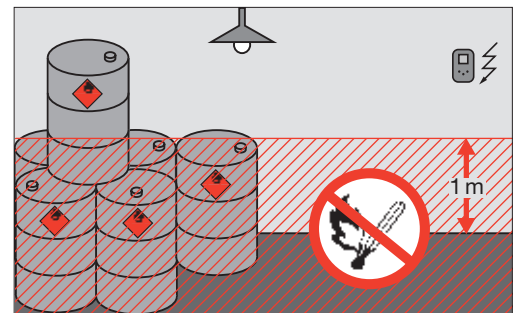

Bild 1: Zone 2 in einem Lagerraum.
- Lagerräume für leichtbrennbare Flüssigkeiten: Zone 2, bis 1 m über Boden (Bild 1)